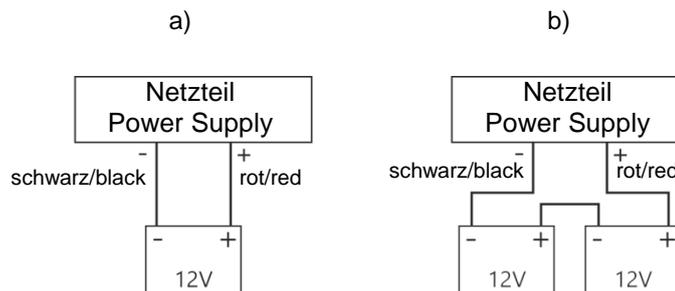

Abb. 4 Batterieanschluss je nach Spannungsversion des Netzteils:
6. Batterie(n) am vorgesehenen Platz im Gehäuse montieren. Es sind Verbindungen zwischen der Batterie und der Leiterplatte des Netzteils herzustellen und dabei besonders auf die richtige Polarität und Art der Anschlüsse zu achten (Abb.4):